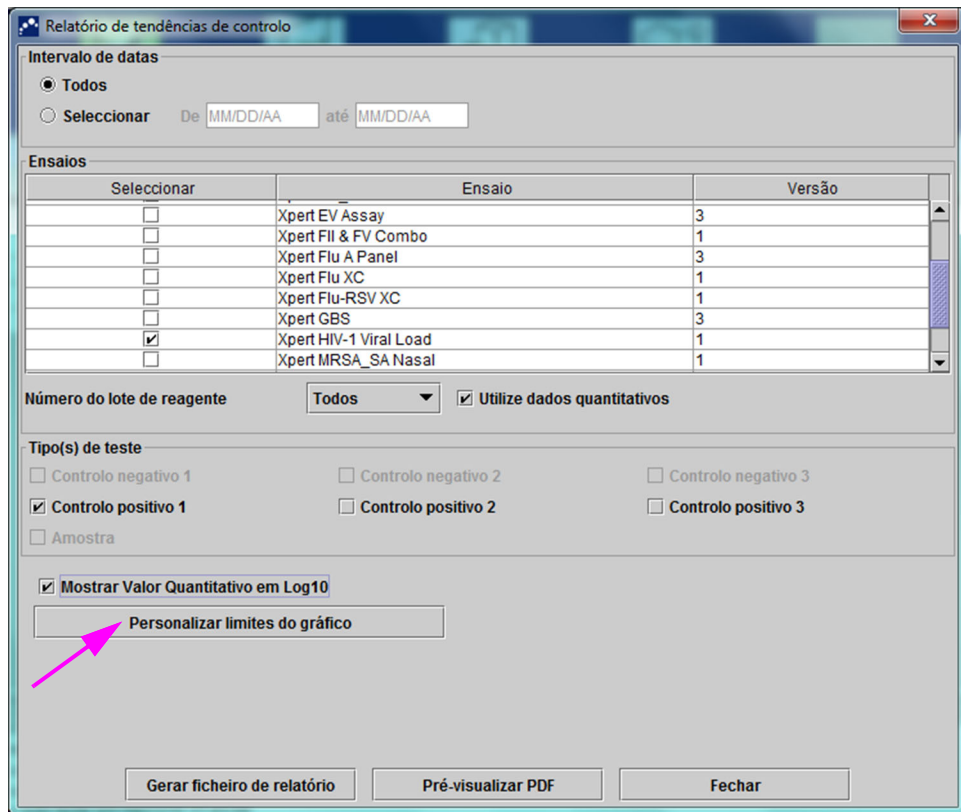
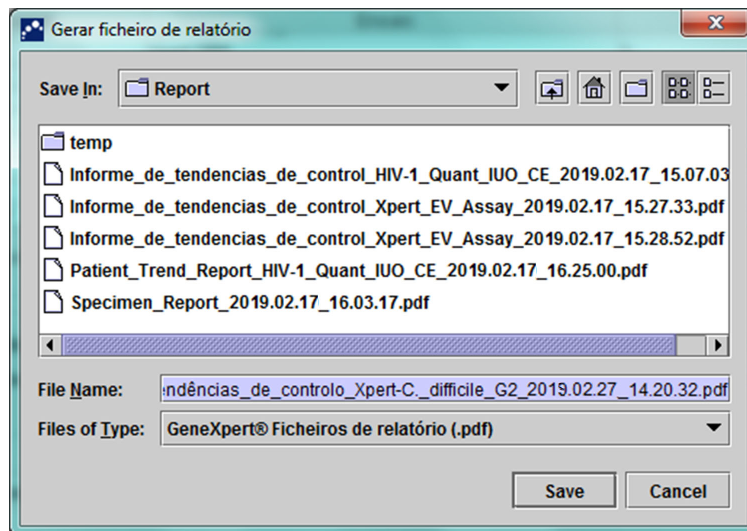
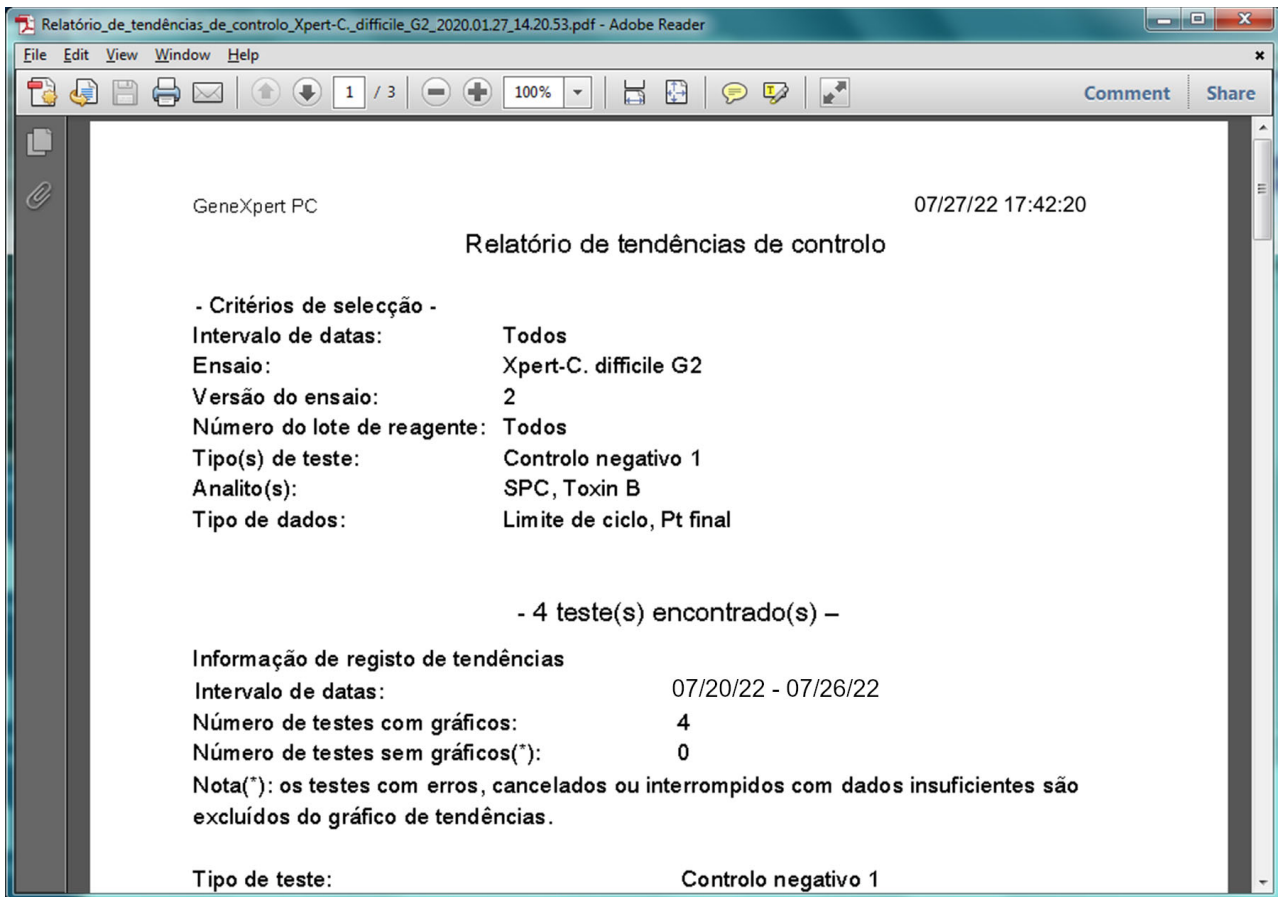

Figura 6-4. Caixa de diálogo do Relatório de tendências de controlo apresentando o ensaio quantitativo seleccionado
Figura 6-6. Caixa de diálogo Gerar ficheiro de relatório
Figura 6-7. Exemplo de Relatório de tendências de controlo na janela do Adobe Reader
3. Selecciono o ensaio para gerar o Relatório de tendências de controlo. Consulte a figura 6-2 para uma selecção de ensaios qualitativos e a figura 6-4 para uma selecção de ensaios quantitativos.
4. Se o ensaio seleccionado for um ensaio qualitativo, a caixa de verificação **Utilize dados quantitativos** não é exibida (consulte a figura 6-2). Se o ensaio seleccionado for um ensaio quantitativo, a caixa de verificação **Utilize dados quantitativos** estará disponível (consulte a figura 6-4). Coloque um visto na caixa de verificação **Utilize dados quantitativos** para gerar a Relatório de tendências de controlo utilizando dados quantitativos.
- Opções de ensaio quantitativo (consulte a figura 6-4):
- **Gerar ficheiro de relatório** – Cria um ficheiro PDF e guarda-o na localização que especificar. Clique no botão **Gerar ficheiro de relatório** na caixa de diálogo Relatório de tendências de controlo (consulte a figura 6-2 para tendências de ensaios qualitativos e a figura 6-4 para tendências de ensaios quantitativos) para criar o ficheiro PDF do relatório. Será apresentada a caixa de diálogo Gerar ficheiro de relatório (consulte a figura 6-6), que lhe permite guardar o ficheiro numa localização específica.
- **Pré-visualizar PDF** – Cria um ficheiro PDF e apresenta o ficheiro na janela do Adobe Reader. Clique no botão **Pré-visualizar PDF** na caixa de diálogo Relatório de tendências de controlo (consulte a figura 6-2 para tendências de ensaios qualitativos e a figura 6-4 para tendências de ensaios quantitativos) para criar o ficheiro PDF do relatório (consulte a figura 6-7). O ficheiro PDF pode ser guardado e impresso a partir do software Adobe Reader.